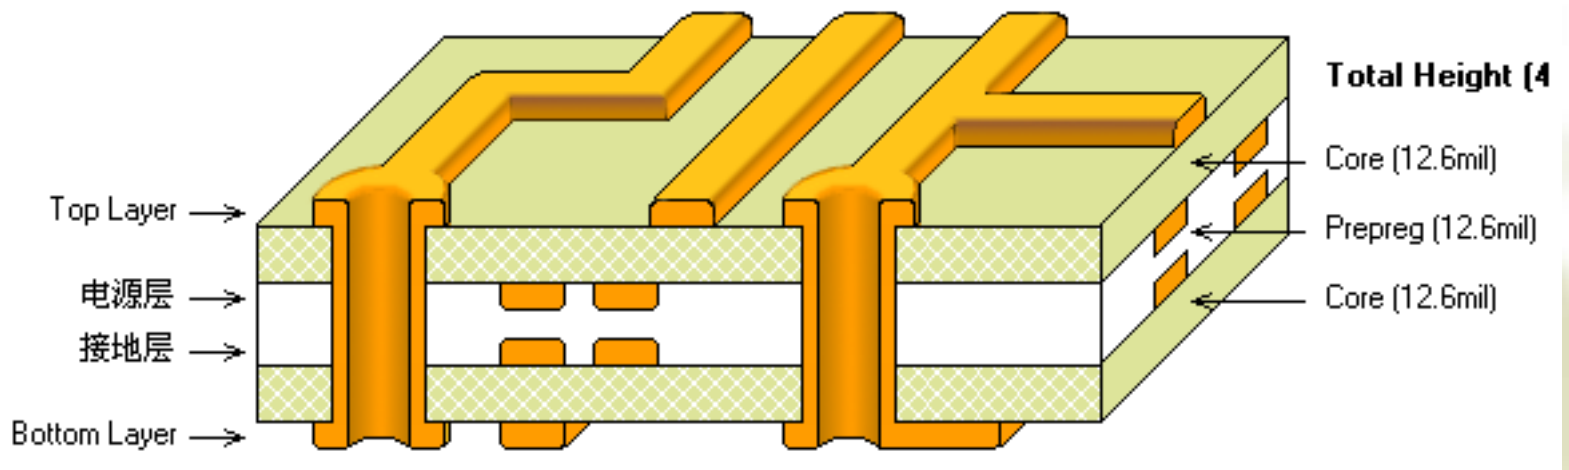

图3-4 多层板
(3) 多层板
- ❖ 多层板是具有多个导电层的电路板。多层板的结构示意图如图3-4所示。它除了具有双面板一样的顶层和底层外，在内部还有导电层，内部层一般为电源或接地层，顶层和底层通过过孔与内部的导电层相连接。多层板一般是将多个双面板采用压合工艺制作而成的，适用于复杂的电路系统。